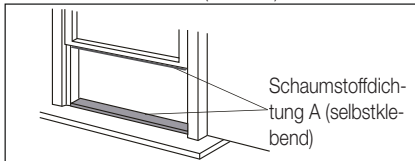

Abb. 12
1. Schneiden Sie die Schaumstoffdichtungen (selbstklebend) auf die erforderliche Länge zu, und kleben Sie die Dichtungen am Fenster und am Fensterbrett fest. (Abb. 12)